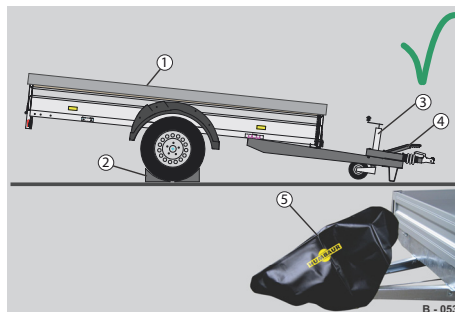

Abb. 98 Anhänger, gebremst
- Anhänger vor Witterung mittels Abdeckung, z.B. Abdeckplane (Abb. 98/1) und Abdeckhaube (Abb. 98/5) schützen.